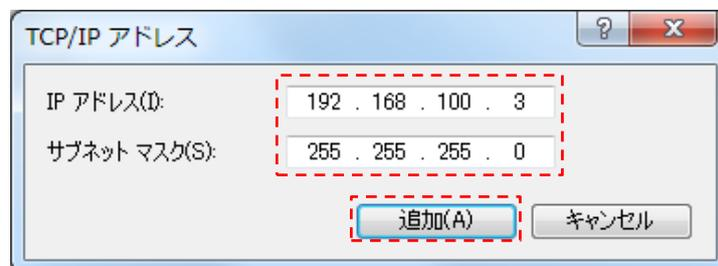

図 3-8 TCP/IP アドレス追加画面(例)
手順⑥：TCP/IP アドレス追加画面より、「IP アドレス(I)」と「サブネットマスク(S)」を入力します。設定の際、ご使用のネットワーク環境によって設定値が異なります。(図 3-8)